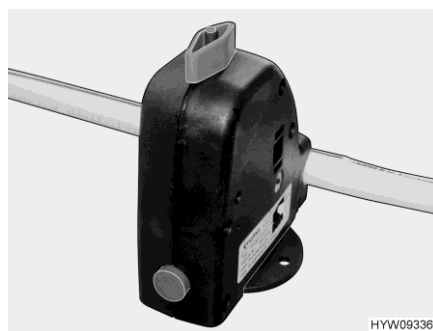

Fig. 101 Valvola di sicurezza/di scarico
- Aprire la valvola di sicurezza/di scarico (Fig. 101). A tal fine ruotare la manopola (Fig. 101) nel senso della lunghezza verso la valvola di sicurezza/di scarico.